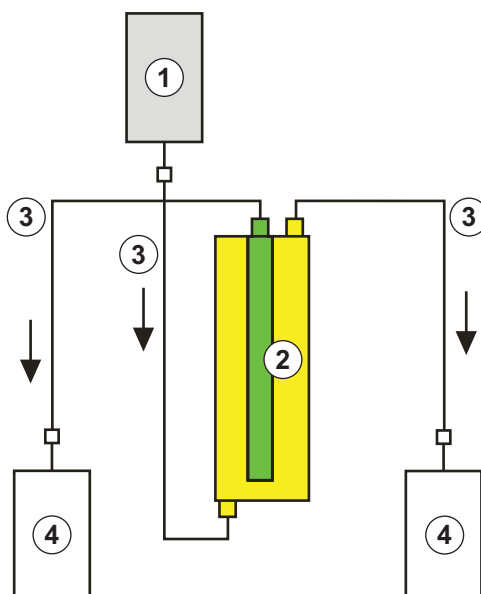

Рис. 10-9 Установка для промывки фильтра преципитата
Материалы: см. условные обозначения к Рис. 10-9
2. Подключить оставшиеся соединительные линии и сливные мешки, как показано на Рис. 10-9, к верхнему отверстию фильтра со стороны преципитата, и зажать магистраль со стороны плазмы.